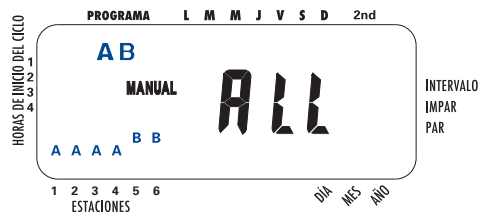

Figura 9: Ejecución manual de los programas A y B
- Gire la esfera rotativa a la posición **AUTOMÁTICO** y luego presione la tecla **MANUAL**. La pantalla mostrará “AB” y “ALL” (TODOS) parpadeando. [Ver Figura 9] Esto indica que todas las estaciones en los programas A y B se regarán de manera semiautomática durante sus asignaciones de tiempo en secuencia.